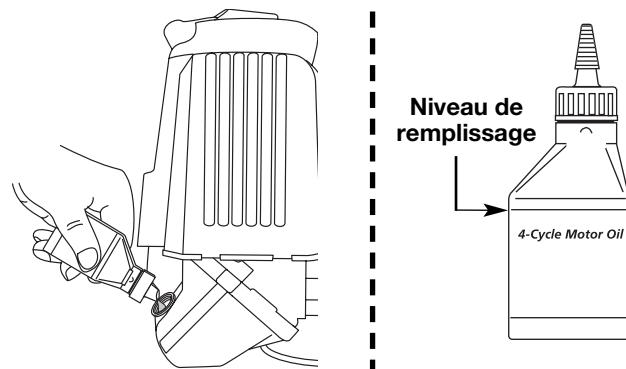

Fig. 26
**REMARQUE :** Mesurez la quantité nécessaire à l'aide de la bouteille et de la buse utilisées lors de la mise en service. 90 ml (3,04 oz) correspond environ au haut de l'étiquette de la bouteille (Fig. 26). Vérifiez le niveau d'huile avec la jauge. S'il est trop bas, ajoutez un peu d'huile par l'orifice et revérifiez. Ne remplissez pas trop (Fig. 26).